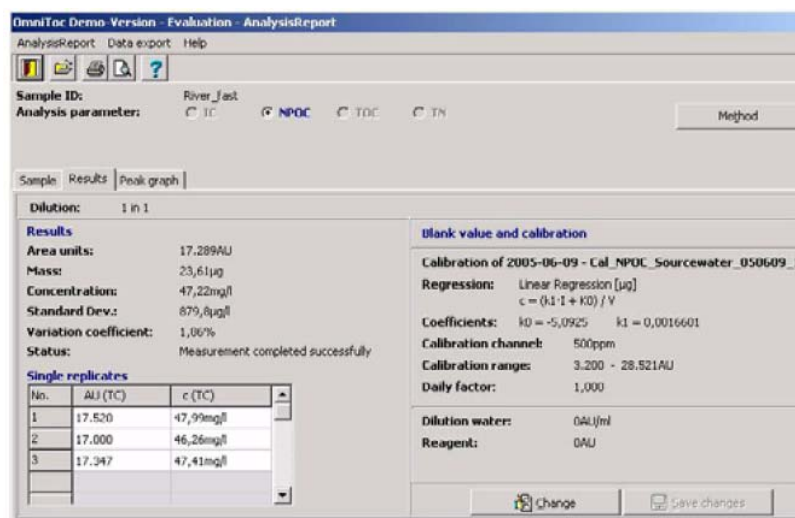
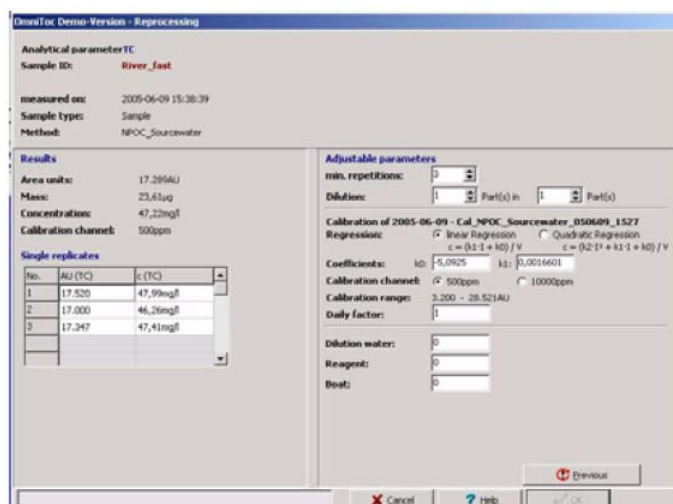

图53 Evaluation Analysis Report（评价分析报告）窗口的Results（结果）选项卡
图54 Edit Results（编辑结果）窗口
Results”选项卡中显示每个测量通道的测量结果（图53）。转换测量通道时选择合适的测量参数。另外还显示标定参数、标定范围、稀释空白和任何其它空白值。
1. 点击**CHANGE**（更改）键（图53）打开**Edit Results**（编辑结果）窗口（图54）。